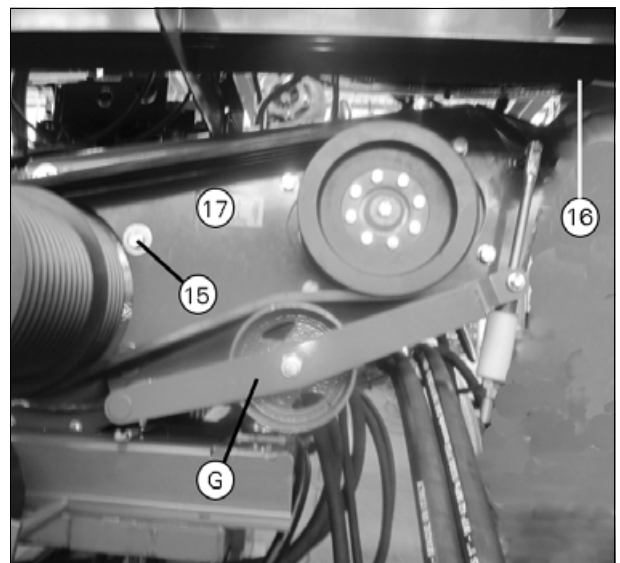

Рис. 6.
ВАЖНО: Обработайте болты (11) (рис. 4) и (15) (рис. 6) составом Loctite 242 и затяните их моментом 400 (11) + 225 Нм (15) соответственно.